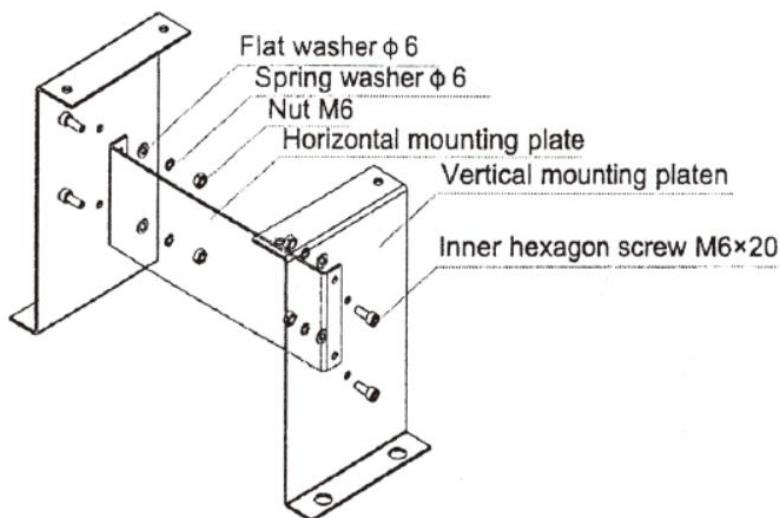

Figura 5
b) Se si seleziona la base di montaggio staccabile, la base deve essere prima assemblata come mostrato nella Figura 5: